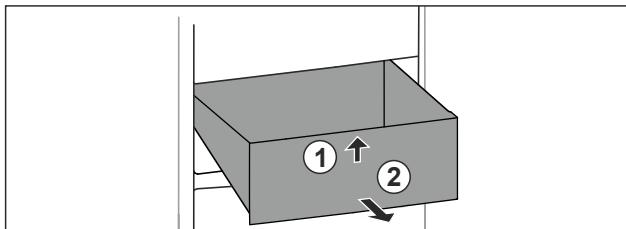

Fig. 72
- Повдигнете чекмеджето отпред. Fig. 72 (1)
- Извадете чекмеджето напред. Fig. 72 (2)